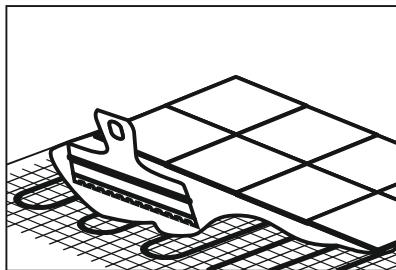

Рис. 7 – Проведения монтажа напольного покрытия
9. Сделать монтаж напольного покрытия согласно инструкции производителя (рис.7). Раствор для монтажа или плиточный клей должен быть толщиной 5-8 мм. Не допускается образование пузирей и воздушных пустот. Все используемые компоненты и материалы должны выдерживать температуру до +80 °C.